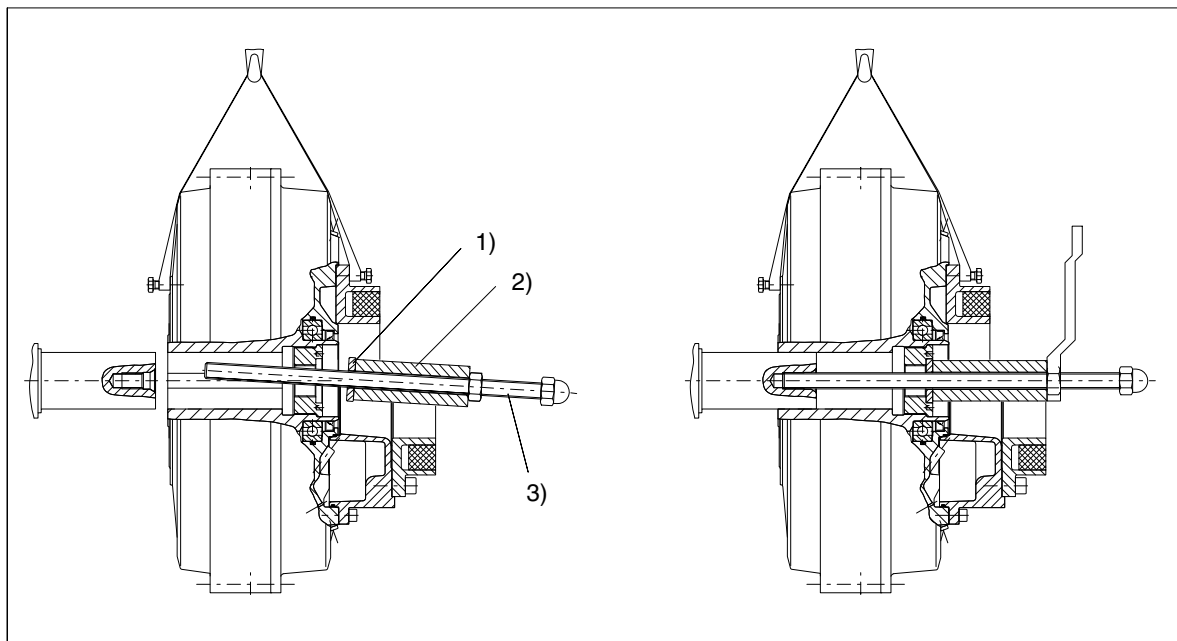

Рис. 8: Насаживание частей муфты
- Выполнить насадку муфты FLUDEX с помощью стопорной шайбы (140) и ходового винта до упора на буртике вала (смотри рис. 8).
- После натягивания муфта FLUDEX аксиально закрепить с помощью стопорной шайбы (140) и стопорного винта (141) или установочного винта (смотри пункт 6.1.3).